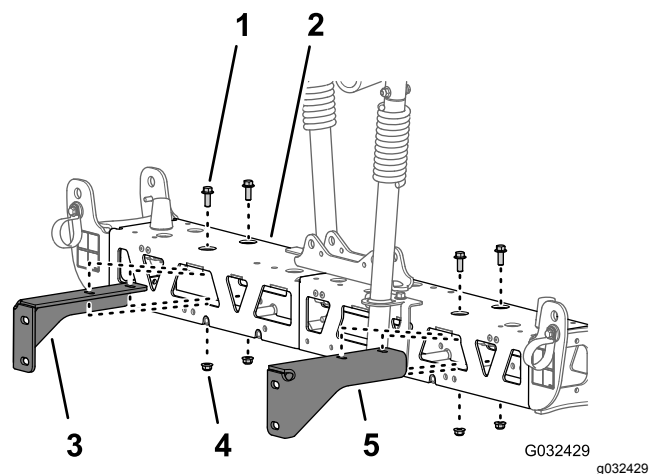

Figura 49
2. Retire os dois parafusos de cabeça flangeada (3/8 x 1 pol.) e as duas porcas de bloqueio flangeadas (3/8 pol.) que prendem o suporte à secção de pulverização central e retire o suporte (Figura 49).
3. Retire os dois parafusos de cabeça flangeada (3/8 x 1 pol.) e as duas porcas de bloqueio flangeadas (3/8 pol.) que prendem o outro suporte à secção de pulverização central e retire o suporte (Figura 49).